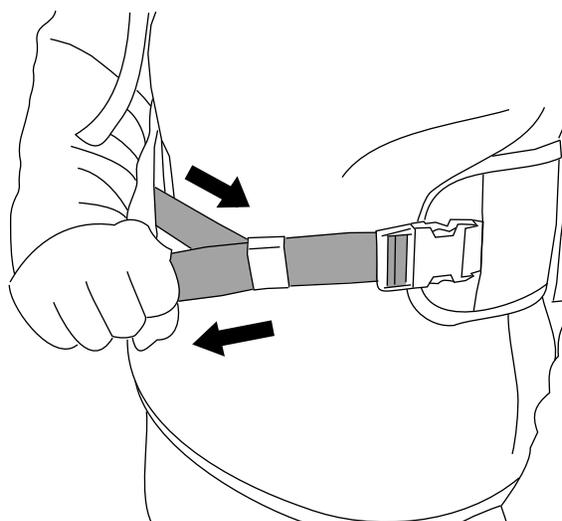

Figura 5
2. Aperte o cinto da anca para que fique bem apertado (Figura 5).